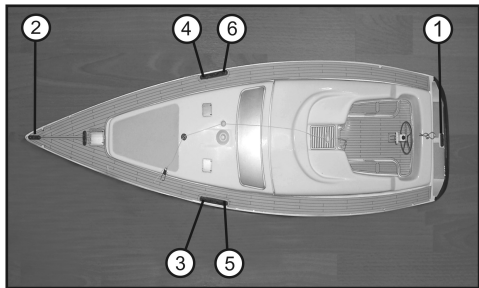

Bild 10
- In Bild 10 wird aufgezeigt, an welcher Stelle welches Seil eingehakt werden muss (z.B. Seil mit der Nummer 2 an Position 2 am Rumpf, siehe Bild 10).